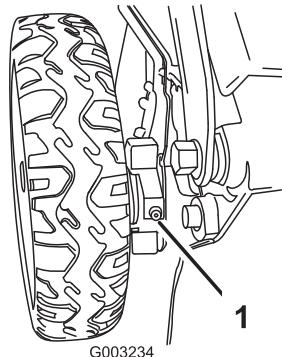

Figure 43
- Essuyez les graisseurs situés juste à l'intérieur des roues arrière avec un chiffon propre (Figure 43).